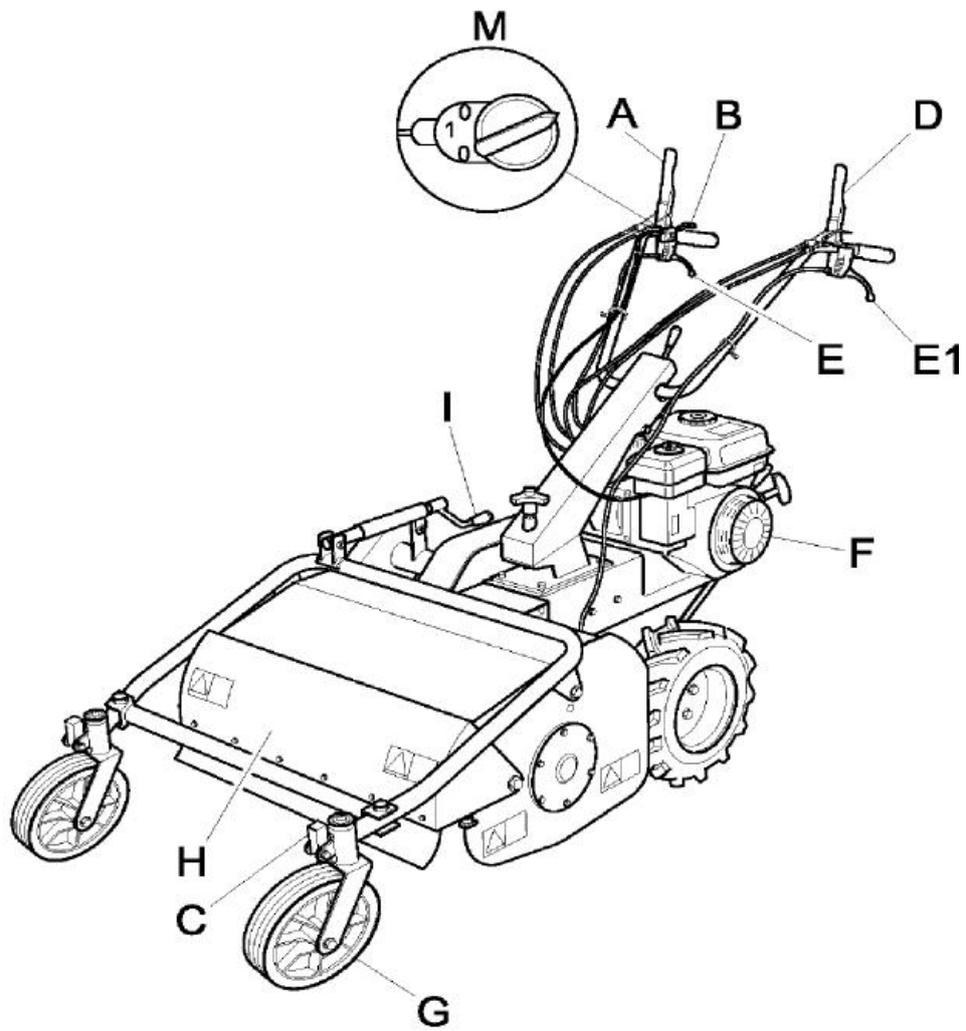
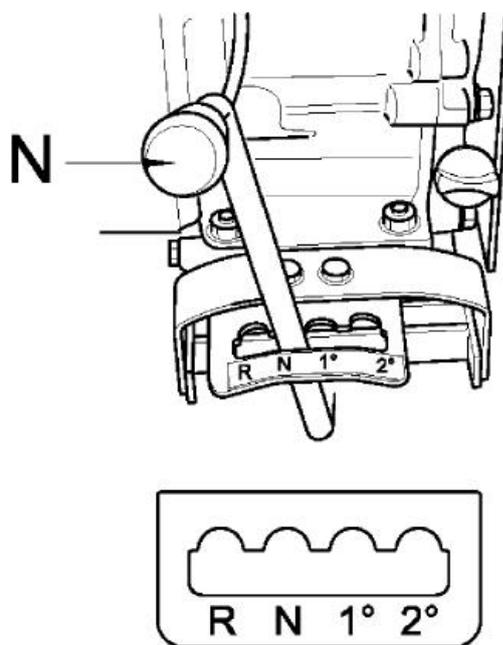

Figure 1
Figure 2
La protection antérieure (Fig. 1 Réf. H) s'ouvre ou se ferme automatiquement en fonction du volume de l'herbe à couper. L'utilisation de la machine est interdite lorsque la protection est ouverte car cela risquerait de provoquer la projection d'objets.
Vérifier que vous avez correctement sélectionné les positions des leviers (Fig. 2 pos. N et O) et que ces dernières sont solidement en position ; dans le cas contraire, actionner brièvement le levier d'avance (Fig. 1 Pos. A) afin de permettre l'enclenchement parfait de la vitesse. Ceci peut être plus particulièrement utile durant les premières heures de fonctionnement de la machine.
- Avant de démarrer le moteur, vérifier que les deux leviers d'enclenchement (embrayage d'avance - Fig. 1, Réf. A et embrayage lames - Fig. 1, Réf. D) se trouvent en position de désactivation (relâchés) ; le frein est alors automatiquement actionné ; par conséquent, positionner le levier d'inversion de marche au point mort (voir Fig. 2 , ref. N)
- Le couvercle de protection situé devant les lames (Fig. 1, Réf. H) doit toujours être fermé durant l'utilisation de la machine.